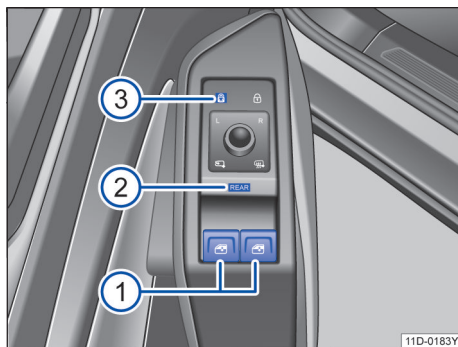

图 57 在驾驶员车门内：前部和后部电动车窗升降器的按钮
- ① 电动车窗升降器的按钮。
- ② 操作区 REAR 用于激活后部电动车窗升降器以及便捷开启及关闭的操作。
- ③ 操作区用于关闭后车门内的电动车窗升降器按钮和打开电动儿童安全锁。
默认情况下，可以通过按钮  → 图 57 ① 操作前车门内的电动车窗升降器。
REAR 短暂按下操作区 → 图 57 ②，REAR 灯亮起，可激活后车门电动车窗升降器的操作。如果在激活后，未进行任何操作，大约 10 秒后恢复前车门电动车窗升降器的操作，REAR 灯亮熄灭。
按下操作区 → 图 57 ③，以关闭后车门的电动车窗升降器按钮。同时打开电动儿童安全锁。当后车门内的电动车窗升降器按钮被禁用且儿童安全锁打开时，操作区中的指示灯亮起黄色。